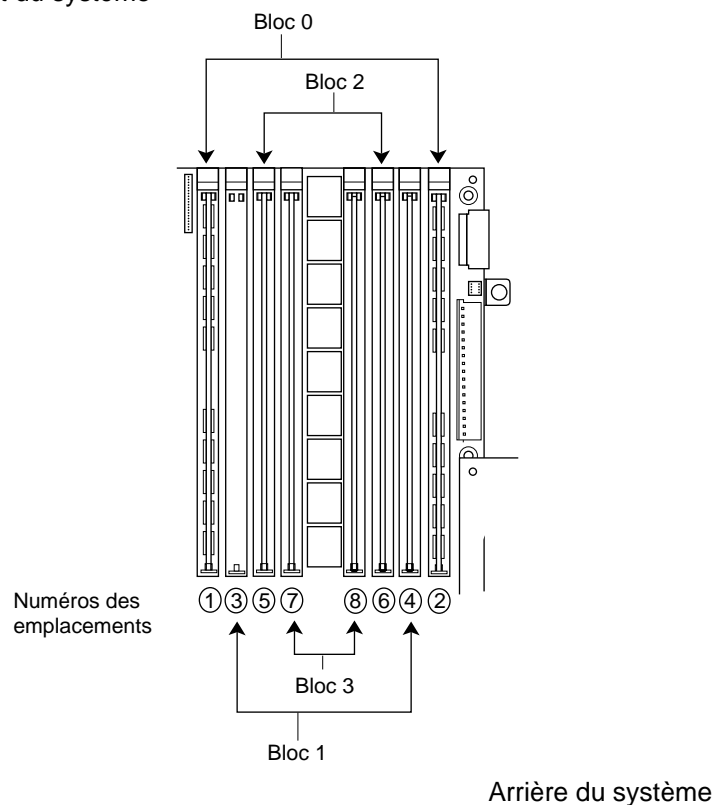

Figure 5-3 Regroupement des paires DIMM dans le serveur Origin200
6. Installez les barrettes DIMM deux par deux, en commençant par la paire la plus éloignée du centre des blocs et en allant vers l'intérieur. La Figure 5-3 illustre le regroupement des paires de barrettes DIMM :
- La Figure 5-3 montre une paire de barrettes DIMM installées dans le bloc 0 (tous les modules doivent comporter de la mémoire dans le bloc 0 ; si vous disposez d'un système à deux modules, ceci est vrai pour les deux blocs 0).